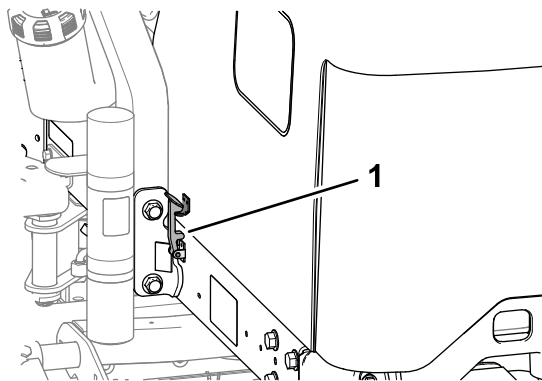

Bild 57
1. Lösen Sie die Verriegelungen an der linken und rechten Seite der Motorhaube (Bild 57).
2. Klappen Sie die Motorhaube nach oben und hinten (Bild 57).